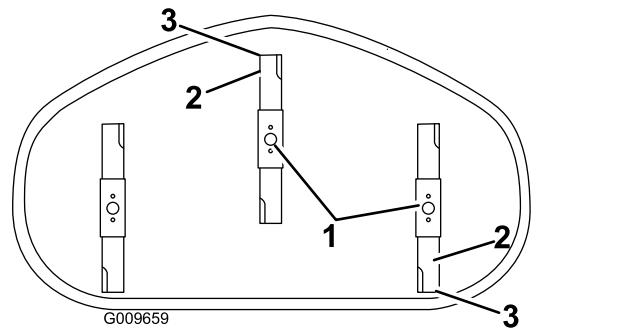

Figura 56
4. Gire cuidadosamente las cuchillas colocándolas en el sentido de avance de la máquina (Figura 56).
5. Mida entre la punta de la cuchilla delantera y la superficie plana y entre la punta de la cuchilla trasera y la superficie plana (Figura 56).
ajustando la tuerca hasta que la punta de la cuchilla delantera esté entre 1.6 y 7.9 mm (1/16" a 5/16") más baja que la punta de la cuchilla trasera (Figura 56).